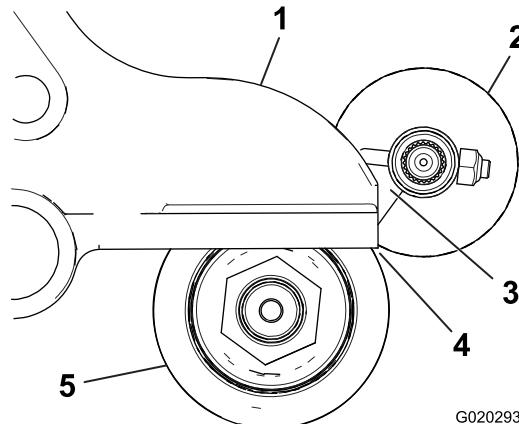

Figura 13
2. Coloque el cepillo de rodillo de manera que tenga un contacto ligero con el rodillo trasero (es decir, que apenas toque o descansen sobre el rodillo) (Figura 13).